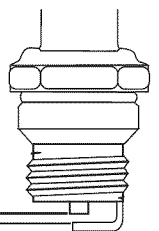

Fig. 30
3. Cambie las bujías que estén rajadas, sucias o deterioradas. Fije la separación de aire a **0.635 mm (0.025 pulg.)** utilizando un calibrador (Fig. 30).